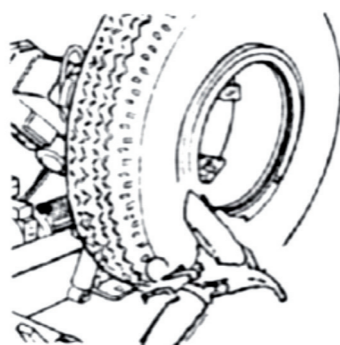

Рис. 19.
5. Установите открытое кольцо на обод с помощью монтажного ролика (рис. 19).